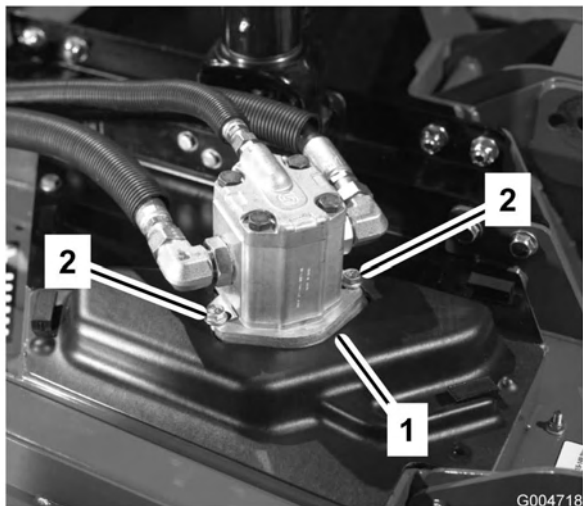

Figura 65
- Togliete i bulloni che fissano il motore idraulico all'apparato di taglio (Figura 65). Togliete il motore e appoggiatelo sopra l'apparato di taglio.